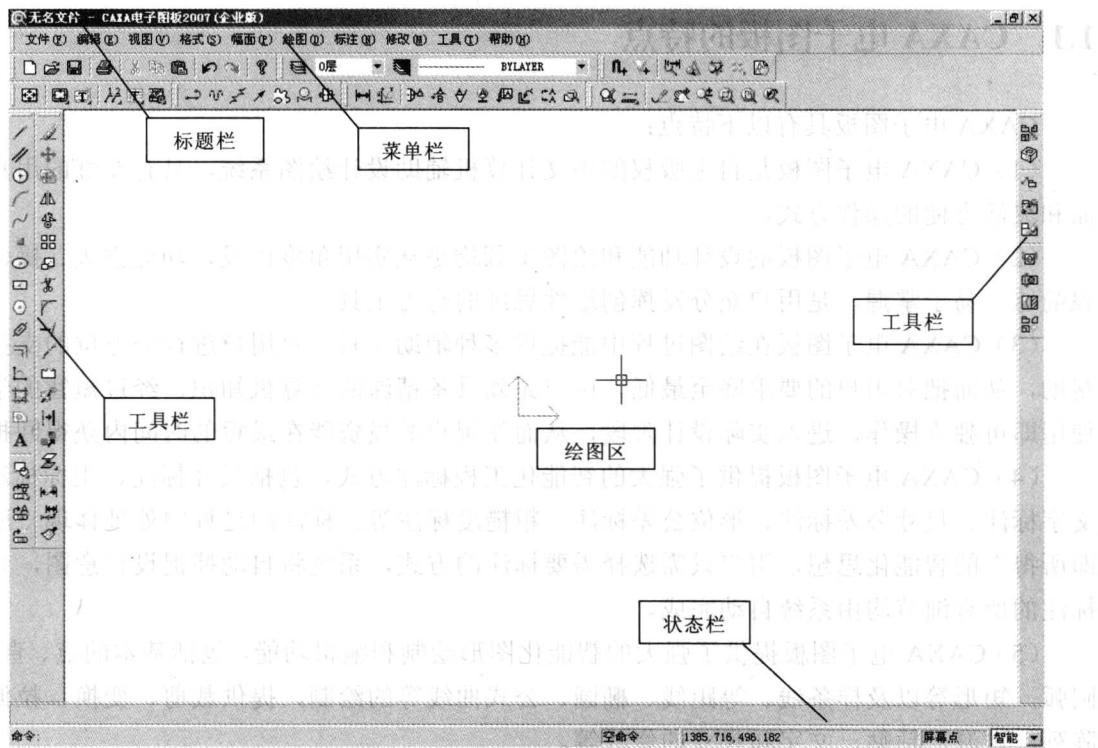

图 1-1 CAXA 电子图板的界面
CAXA 电子图板的用户界面主要包括五个部分，即标题栏、菜单栏、工具栏、绘图区和状态栏部分，如图 1-1 所示。
(1) 标题栏：标题栏显示的是电子图板的标题，即当前绘制图形的名称，它位于界面的最上方。如果暂时未设定标题，则显示“无名文件”。
(2) 菜单栏：CAXA 电子图板提供了几种不同类型的菜单，即主菜单、立即菜单、工具菜单和光标菜单。
(3) 工具栏：工具栏实际上是一组相关图标按钮的集合。在工具栏中，将鼠标在图标按钮上停留片刻，系统将提示该按钮的功用。通过鼠标左键单击相应功能按钮进行操作。系统默认的各个工具栏具体如图 1-1 所示。
(4) 绘图区：绘图区是用户进行绘图设计的工作区域。它位于屏幕的中心，并占据了屏幕的大部分面积。
(5) 状态栏：CAXA 电子图板提供了多种显示当前状态的功能，它包括屏幕状态显示、操作信息提示、当前工具点设置及拾取状态显示等。